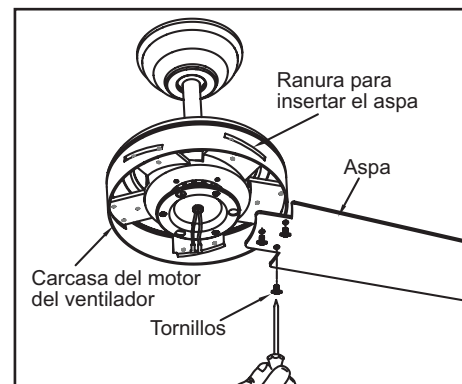

Figura 14
1. Inserta el asa dentro de la ranura en el lado de la carcasa del motor del ventilador y fíjala con los tornillos provistos como se muestra en la Figura 14. Inserta un tornillo en el soporte. Repite para los otros dos tornillos.